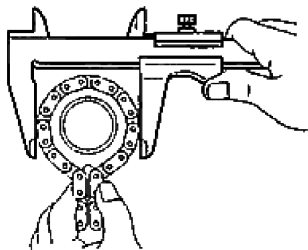

图 1-53 检查绕有链条的链轮直径
- ① 用链条绕紧链轮。
② 用游标卡尺测量绕有链条的链轮直径，如图 1-53 所示。